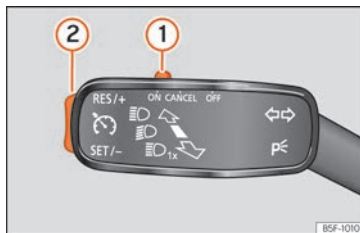

Abb. 54 Links von der Lenksäule: Schalter und Bedienelemente des GRA.
• Die GRA anschließen: schieben Sie den Schalter »» Abb. 54 ① bis **ON**. Das System ist eingeschaltet. Da noch keine Geschwindig-
• GRA aktivieren: drücken Sie die Taste »» Abb. 54 ② im Bereich **SET/-**. Die aktuelle Geschwindigkeit wird gespeichert und geregelt.
• GRA vorübergehend abschalten: Schieben Sie den Schalter »» Abb. 54 ① bis **CANCEL** oder treten Sie auf die Bremse. Regelung wird vorübergehend abgeschaltet.
• GRA wieder einschalten: Drücken Sie die Taste »» Abb. 54 ② in **RES/+**. Die gespeicherte Geschwindigkeit wird erneut gespeichert und eingestellt.
• Gespeicherte Geschwindigkeit während GRA-Regelung erhöhen: Drücken Sie die Taste ② in **RES/+**. Das Fahrzeug beschleunigt bis zum Erreichen der neu gespeicherten Geschwindigkeit.
• Gespeicherte Geschwindigkeit während GRA-Regelung verringern: Drücken Sie die Taste ② in **SET/-**, um die Geschwindigkeit um 1 km/h (1 mph) zu verringern. Die Geschwindigkeit wird bis zum Erreichen der neu gespeicherten Geschwindigkeit reduziert.
• GRA abschalten: Schieben Sie den Schalter »» Abb. 54 ① auf **OFF**. Das System wird abgeschaltet und die gespeicherte Geschwindigkeit gelöscht.